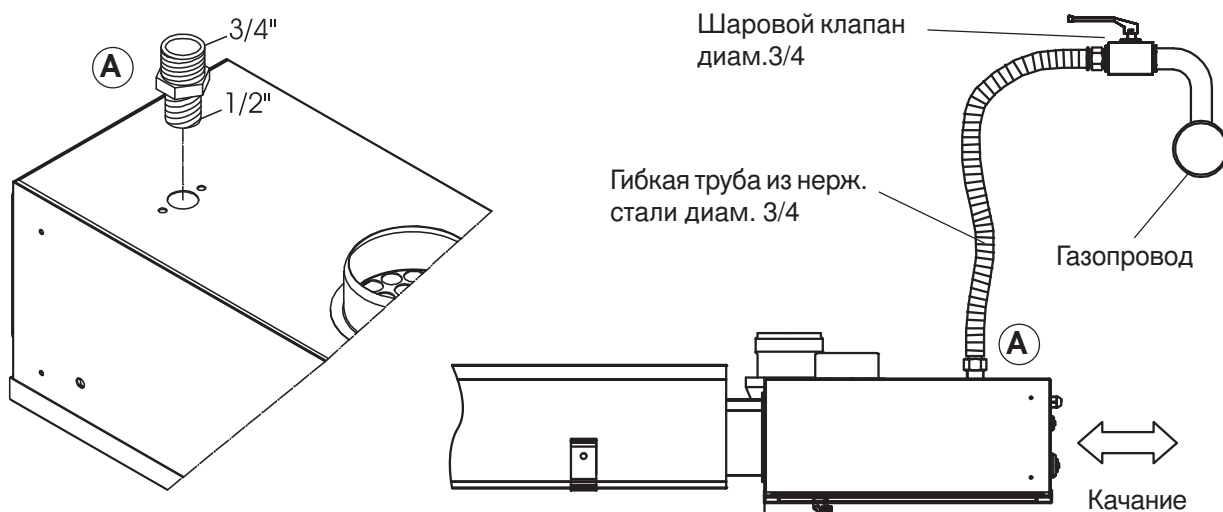
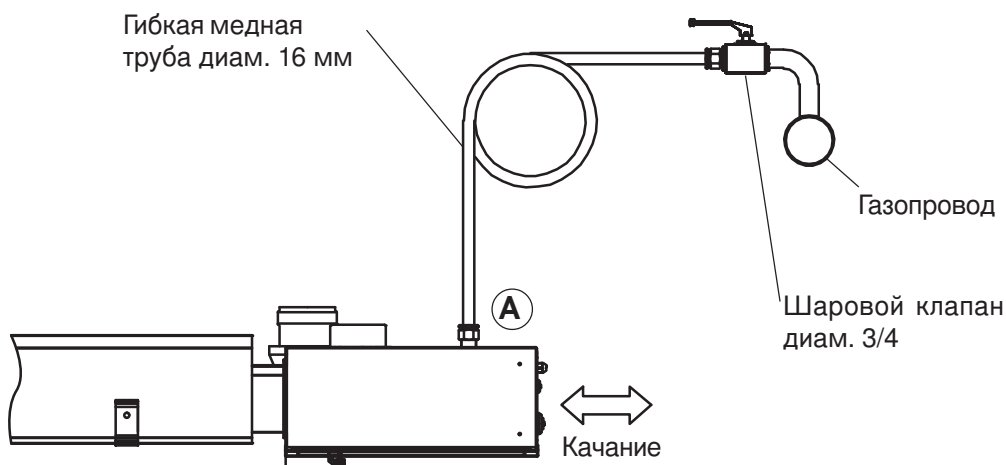

Рис. 7.1 Схема подключения к газопроводу через трубу из нержавеющей стали диам.  $s''$ , длиной не менее 30 см.
Рис. 7.2 Схема подключения к газопроводу через медную трубу диам. 16 мм
- 6 Медный газоход диам. 16 см (также допускается использование гибкого газохода из нерж. стали дл. не менее 30 см). См. рис. 7.1, рис. 7.2
На рис. 7.1 приведена схема подключения к газопроводу через трубу из нержавеющей стали диам.  $s''$ , длиной не менее 30 см.
На рис. 7.2 приведена схема подключения к газопроводу через медную трубу диам. 16 мм. В случае использования медной трубы необходимо придать ей форму, компенсирующую качание оборудования. Плотность резьб ниппеля (A) должна обеспечиваться материалом с характеристиками, соответствующими используемому газу в соответствии с указаниями завода-изготовителя. Абсолютно запрещается использовать белилу, сурик, и подобные материалы.